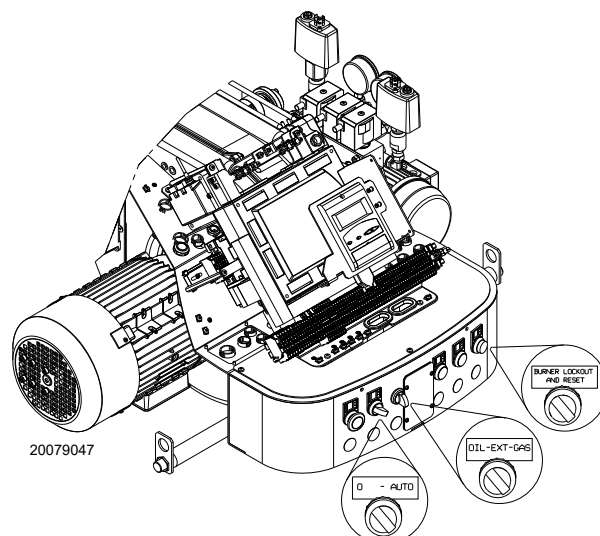

Fig. 30
Placer le sélecteur « OIL-EXT-GAS » de Fig. 30 à la page 35 en position « OIL » pour sélectionner le fioul comme combustible. Fermer les thermostats/pressostats et mettre l'interrupteur de Fig. 30 à la page 35 en position « AUTO ».
- mettre l'interrupteur de la Fig. 30 sur « 0 » et attendre que la boîte de contrôle réalise la phase d'extinction ;
Fermer les télécommandes et mettre le sélecteur (Fig. 30 à la page 35) sur « **ON** ».
Mettre le sélecteur (Fig. 30 à la page 35) sur « **GAS** » pour sélectionner le gaz comme combustible.
- 1 à l'aide du sélecteur (Fig. 30 à la page 35) ;
- 2 avec un sélecteur à distance connecté au bornier principal. En mettant le sélecteur (Fig. 30 à la page 35) sur « **EXT** », la fonction de sélection du combustible à distance s'active. Dans cette position, en absence de sélecteur à distance, l'écran affiche le combustible prioritaire.